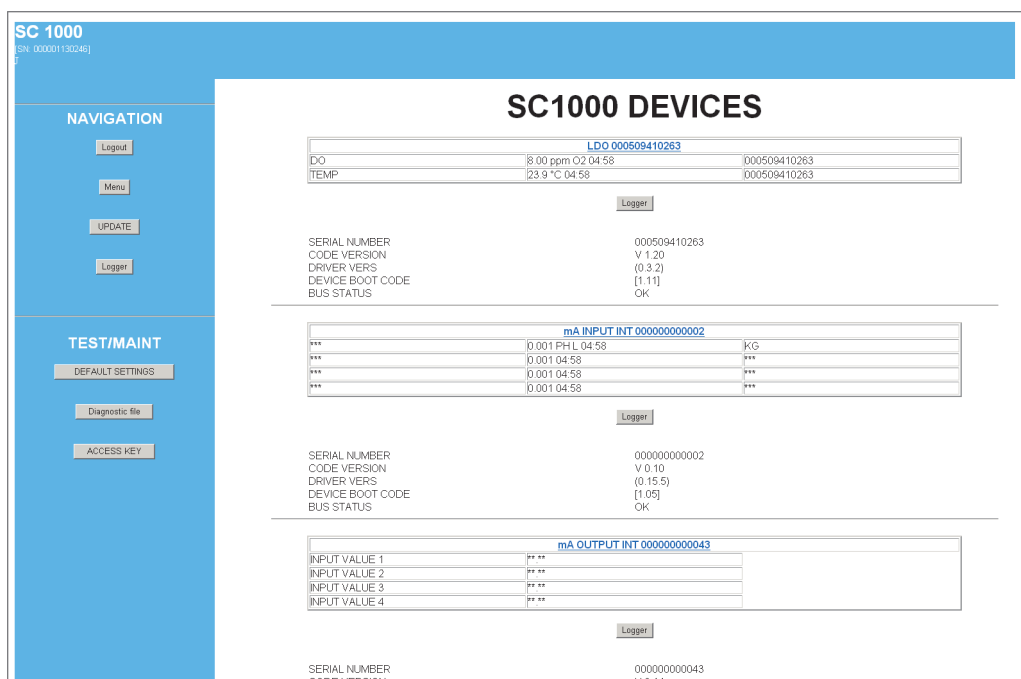

Рисунок 48 Экран доступа через браузер
6. Появится экран доступа через браузер (Рисунок 48 и Таблица 20).